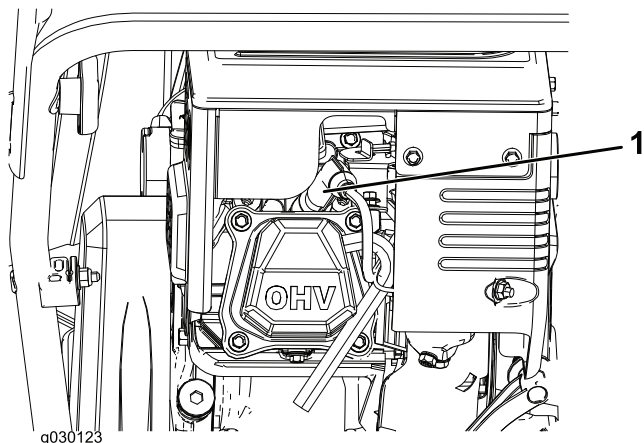

Figura 24
1. Scoateți carcasă (Figura 24).